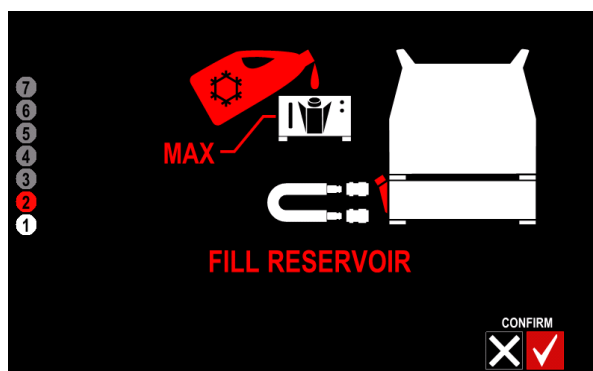

Figura 15
- Umpleți rezervorul de agent de răcire la nivelul maxim de 4,5 litri (Figura 15 sau 23).